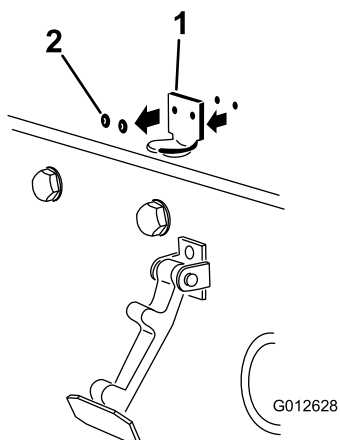

Figura 15
2. Retire os dois rebites que prendem o suporte do trinco do capot ao capot (Figura 15) e retire o suporte do capot.